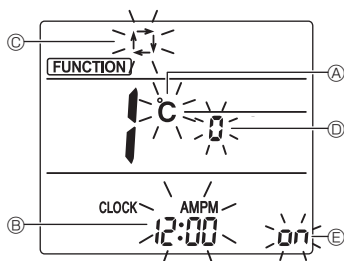

Fig. 4-11
3. Compruebe que se muestra la función N.º "1", y luego pulse el botón **SET** (3). Se visualizará la pantalla de configuración de la visualización de Pantalla. (Fig. 4-11)
4.12.2. Cambiar la unidad de temperatura (Fig. 4-11 (A))
4.12.3. Cambiar la visualización de la hora (Fig. 4-11 (B))
4.12.4. Cambiar el modo AUTO (Fig. 4-11 (C))
4.12.5. Cambiar el N.º de par (Fig. 4-11 (D))